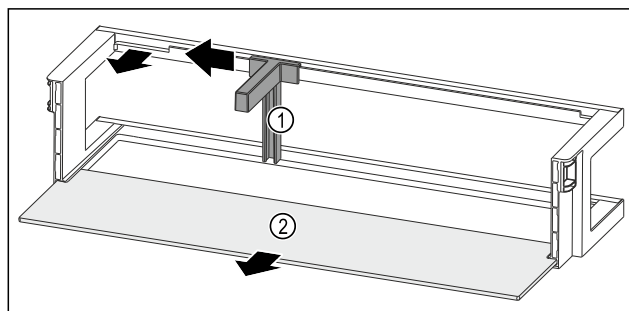

Fig. 89 Vratna polica z držalom za steklenice in odlagalno polico
- ▶ Držalo za steklenice Fig. 89 (1) potisnite povsem na stran do odprtine.
- ▶ Odstranite držalo za steklenice Fig. 89 (1).
- ▶ Odstranite polico za odlaganje Fig. 89 (2).